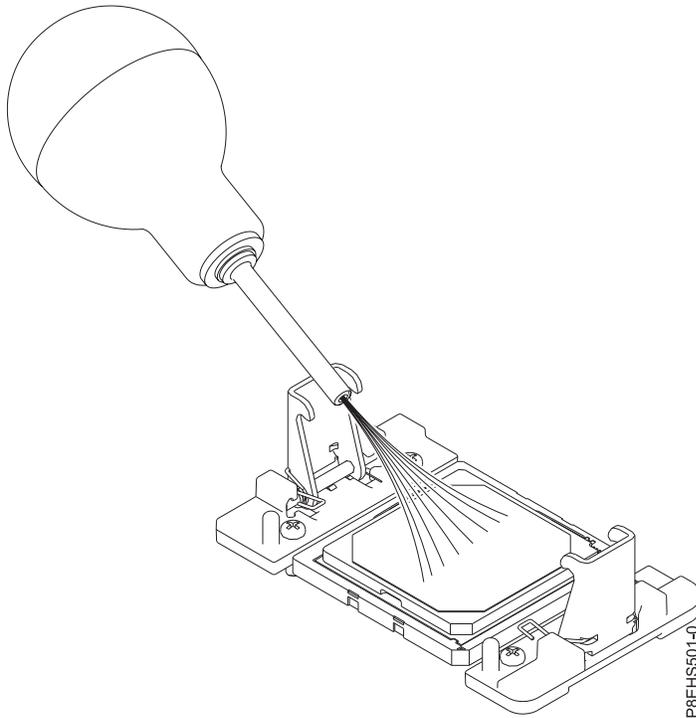

Figure 90. Retrait de la poussière et des particules présentes sur le module processeur système
- a. Si de la poussière ou des particules sont présentes, utilisez la pompe à air fournie (référence 45D2645) pour nettoyer la zone où se trouve le module processeur système. Dirigez de petits jets d'air depuis le centre vers les côtés du module processeur système, comme illustré dans la figure 90, à la page 83. Si votre pompe à air (soufflette) n'est pas assemblée comme illustré figure 90, à la page 83, adaptez l'embout sur la poire.